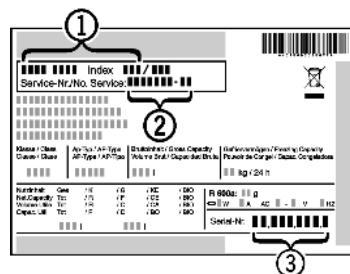

Fig. 79
- Прочетете от идентификационната табелка означението на уреда Fig. 79 (1), сервизния № Fig. 79 (2) и сериен № Fig. 79 (3). Идентификационната табелка се намира на лявата вътрешна стена на уреда.